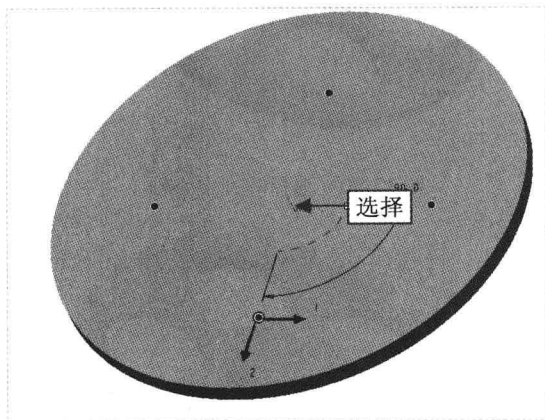

图 17-44 选择阵列中心轴
Step 07 选择刚创建的孔特征，在“功能区”选项板的“模型”选项卡中，单击“编辑”面板中的“阵列”按钮，弹出“阵列”选项卡，设置阵列类型为“轴”阵列，选择 A_1 轴为阵列中心轴，如图 17-44 所示。